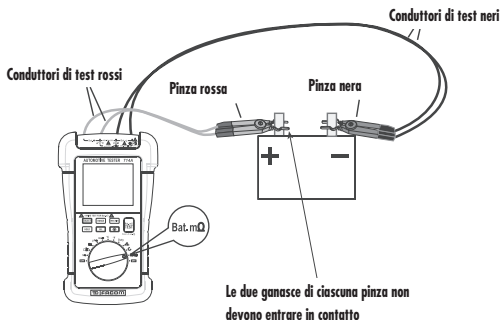

Figura 8
2. Vedere la Figura 8, inserire le prese dei due conduttori di test rossi nei due terminali "Bat. \oplus " e le prese dei due conduttori di test neri nei terminali "Bat. \ominus ".
3. Rimuovere lo strato di ossido sulla superficie dei terminali della batteria. Agganziare la pinza rossa al terminale positivo della batteria, e quella nera al terminale negativo (Figura 8).
Nota: Per misurazioni accurate, le due ganasce di ciascuna pinza non devono entrare in contatto (Figura 8).